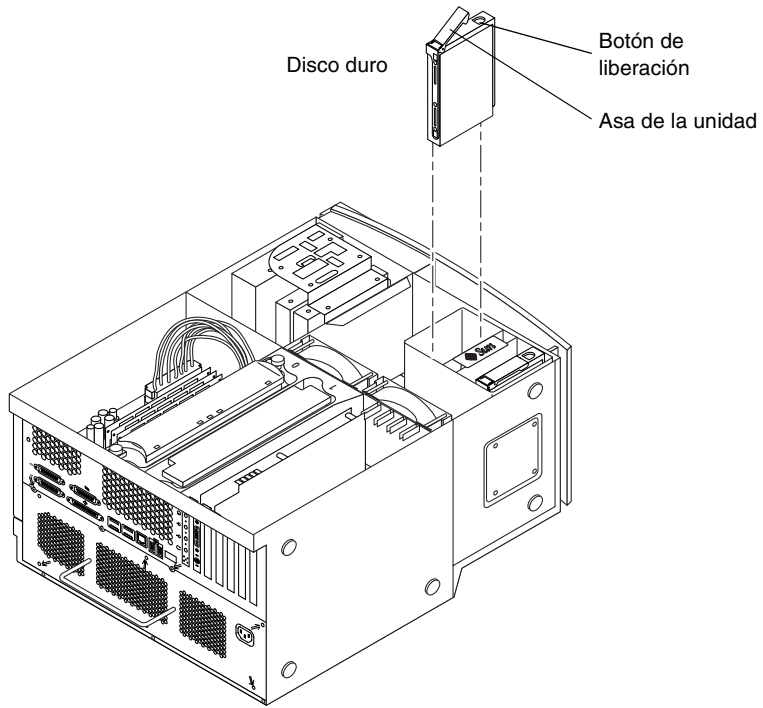

FIGURA 11 Instalación de una unidad de disco duro adicional
2. Ubique el compartimento vacío de la unidad de disco duro en el bastidor de la unidad (consulte la FIGURA 11).